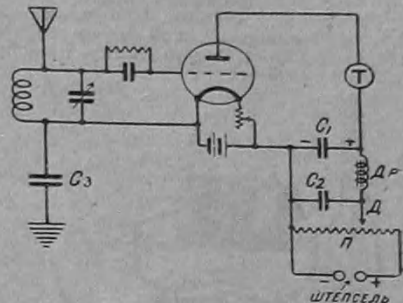

Рис. 4. Схема питания с потенциометром.
**Деление напряжения.** Схема питания однолампового усилителя приведена на рис. 4. Так как напряжение осветительного постоянного тока обычно бывает или 110, или 220 вольт, т.е. больше, чем требуется для лампы, приходится прибегать к потенциометру  $P$ , с которого движком  $D$  снимают необходимые 80 вольт. Для этого движок ставят при 110 вольт, приблизительно на  $3/4$  потенциометра, а при 220 вольт — на  $1/2$  потенциометра. Потенциометр должен иметь сопротивление не менее 1000 ом. Если потенциометра не имеется, можно сделать так: равномерно намотать 30—40 метров никелиновой проволоки диам. 0,1 мм. на деревянный брусок так, чтобы витки не касались друг друга. На расстоянии одной трети длины намотки — для 220 вольт или  $1/4$  — для 110 вольт делают отвод; к концам намотки приделывают шнур с вилкой для включения в штепсель, а про-